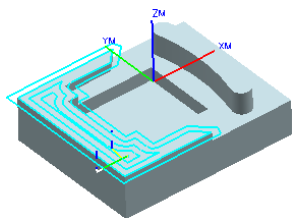
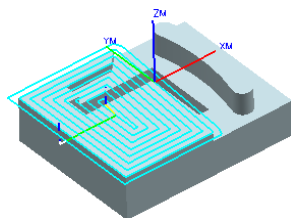

图 3.3.17 “无简化形状”的刀路轨迹
图 3.3.18 “凸包简化形状”的刀路轨迹
- ☒ **简化形状**：用于设置刀具的走刀路线相对于加工区域轮廓的简化形状，系统提供了 ☐ 无、☒ 凸包、☐ 最小包围盒 三种走刀路线。选择 ☐ 无 选项时，刀路轨迹如图 3.3.17 所示；选择 ☒ 最小包围盒 选项时，刀路轨迹如图 3.3.18 所示。